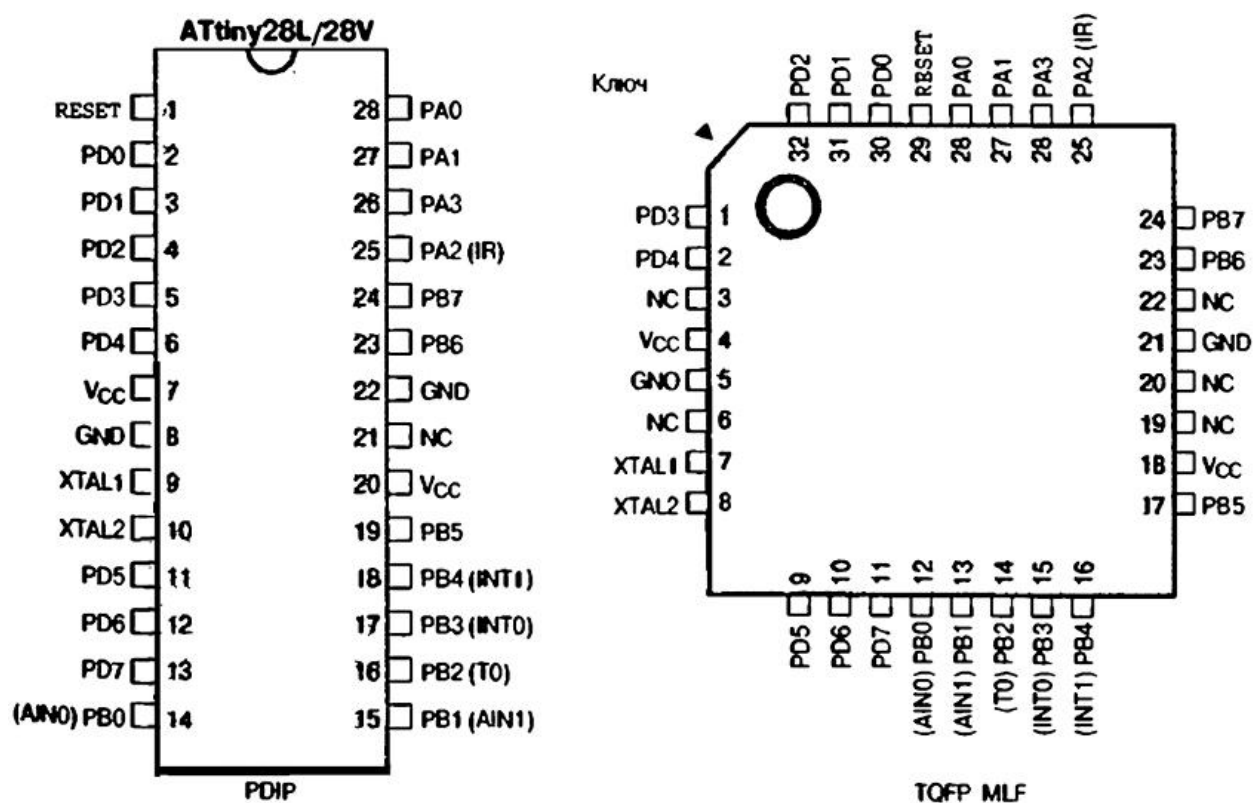

Рис. 1.5. Расположение выводов (вид сверху) моделей ATtiny28L/28V
- ATtiny28L, ATtiny28V (**Рис. 1.5**) имеют FLASH-память программ 2 Кбайт. Количество контактов ввода/вывода равно 19 (из них 11 — контакты ввода/вывода общего назначения, а 8 — входные контакты).